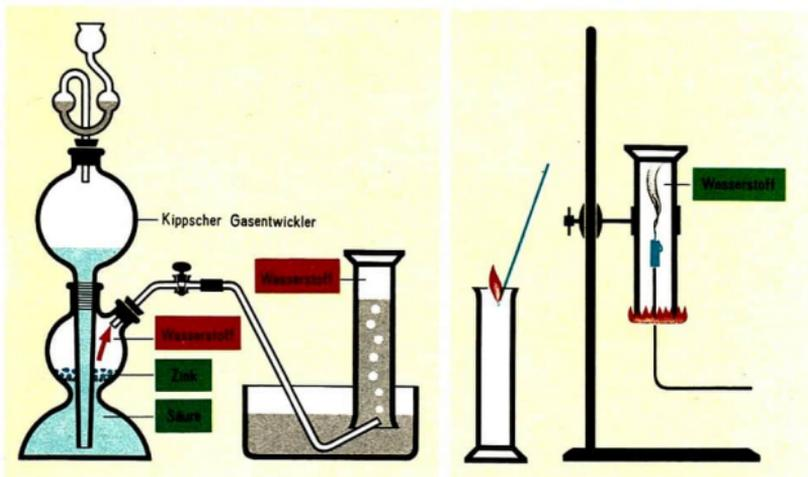

Abb. 48 Im Kippschen Apparat steigt bei geöffnetem Hahn Säure zum Zink, und es bildet sich Wasserstoff.
**Vorsicht!** In einem Kippschen Gasentwickler läßt man Zink und eine Säure (z. B. Salzsäure) aufeinander einwirken. Der entweichende Wasserstoff wird in Standzylindern pneumatisch aufgefangen (Abb. 48).
Im Laboratorium stellt man Wasserstoff meist durch Reaktion von Zink oder einem anderen Metall mit einer Säure dar (Experiment 38). Man benutzt dazu den Kipp'schen Gasentwickler (Abb. 48). Mit Hilfe dieses Gerätes ist es möglich, die Reaktion nach Bedarf in Gang zu setzen und zu unterbrechen. ① ②
- ① Was geschieht, wenn der Hahn des Kippschen Gasentwicklers (Abb. 48) geschlossen wird?
- ② Wie wird das pneumatische Auffangen eines Gases vorbereitet? Welche Geräte werden dazu benötigt?
- ③ Nach längerer Zeit entweicht Wasserstoff auch aus einem offenen Standzylinder, dessen Öffnung nach unten zeigt. Gib dafür eine Erklärung!
- ④ Berechne, wievielfach so groß die Masse eines Liters Luft (1,293 g) im Vergleich zur Masse eines Liters Wasserstoff ist (↗ S. 76)!
- ⑤ Welches Ergebnis wäre zu erwarten, wenn man beim Experiment 39 (↗ S. 75) statt der Kerze einen brennenden oder glimmenden Span in Wasserstoff bringen würde?
- ⑥ Drei mit Glasplatten abgedeckte Standzylinder sind mit Stickstoff beziehungsweise mit Wasserstoff oder Sauerstoff gefüllt. Wie kann man die Zylinder herausfinden, die Sauerstoff beziehungsweise Wasserstoff enthalten? Werte dazu die Tabellen 4 (↗ S. 43) und 9 aus!
- ⑦ Leite aus der Formel von Wasser die Wertigkeit von Sauerstoff ab!
- ⑧ Wieviel Gramm molekularen Sauerstoff und wieviel Gramm molekularen Wasserstoff braucht man zur Herstellung von 1 mol Wasser?
- ⑨ Wieviel Gramm Sauerstoff werden zur Verbrennung von 1,5 g Wasserstoff benötigt? Wieviel Gramm Wasser entstehen dabei?